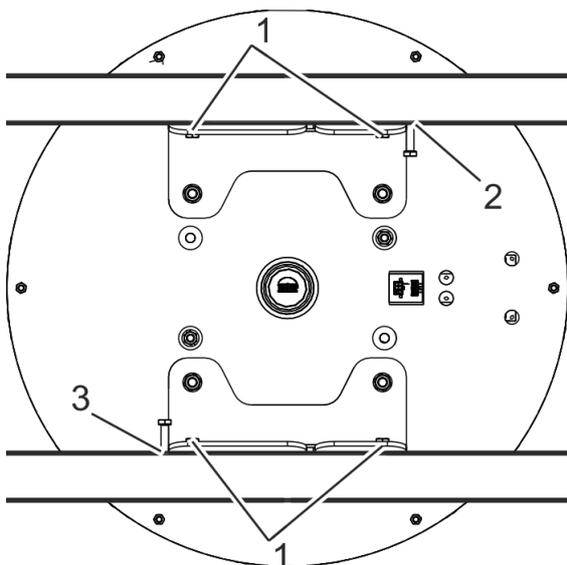

Рис. 60 Фиксация углового кронштейна
- После выравнивания нужно зафиксировать привод (рис. 60) для предотвращения его смещения. Для этого нужно вставить два ползуна в пазы конструкции потолка рядом с угловыми кронштейнами (рис. 60/1) и зафиксировать их с помощью винтов (рис. 60/2 + 3).
Затянуть крепежный винт привода (рис. 60/1). При этом необходимо контролировать моменты затяжки винтов.